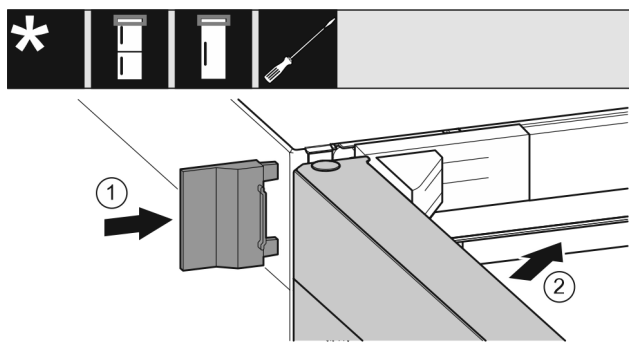

Fig. 28
- ▶ 插入外盖 Fig. 28 (1)。
- ▶ 关闭冰箱上方门 Fig. 28 (2)。